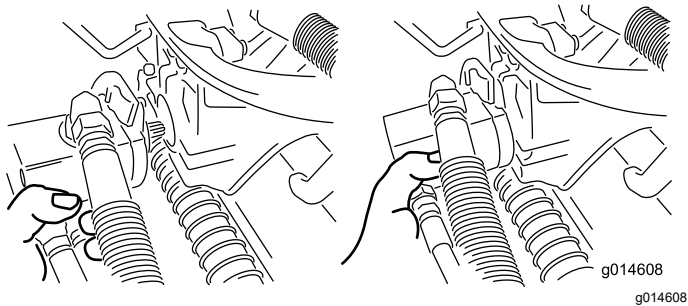

Figure 58
3. Amenez le moteur à la position de rangement sur l'avant du bras de suspension (Figure 58).